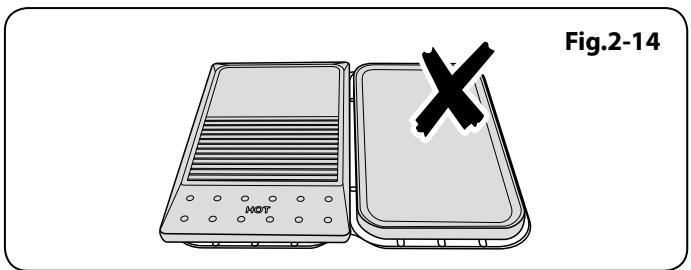

Fig.2-14
- ⚠ N'utilisez jamais deux plaques à griller côte à côté (Fig.2-14).**